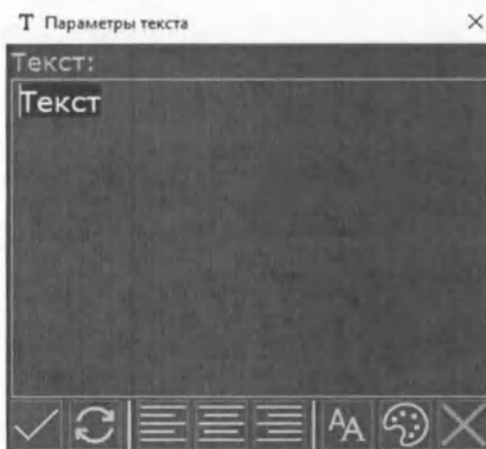

Рис. 108 Окно "Параметры текста"
- Откроется окно «Параметры текста» (Рис. 108 Окно "Параметры текста"). В поле «Текст:» отображается текущий текст;